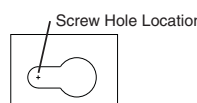

Figure 3
6. **Placer le boîtier de l'appareil sur la surface** de montage et à l'aide d'un crayon tracer l'emplacement des trous de vis sur la partie étroite des encoches en trou de serrure. **Voir la Fig. 3.**
6. Position the Fixture Housing (1) against the mounting surface and with a pencil, mark the screw hole locations to be located at the narrow section of the key-holes. See Fig. 3.
6. Coloque la caja de la luminaria contra la superficie de montaje y con un lápiz, marque las localizaciones de los agujeros para los tornillos que serán ubicados en la sección angosta de los "keyholes". Vea Fig. 3.